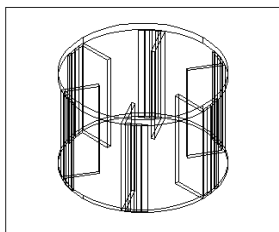

图 18-8
(2) 作圆柱体。单击  按钮或者在命令行直接输入 cylinder，以 (0, 0, 70) 为底面中心，所示作半径为 55，高度为 5 的圆柱，结果如图 18-8 所示。